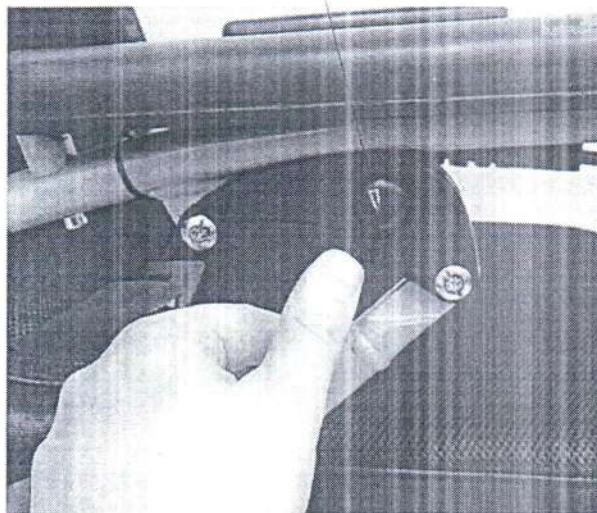

Рисунок 7
- необходимо повернуть фиксатор подлокотника (рисунок 7) вниз, после чего подлокотник свободно поднимается вверх (рисунок 7а).
Рисунок 7а